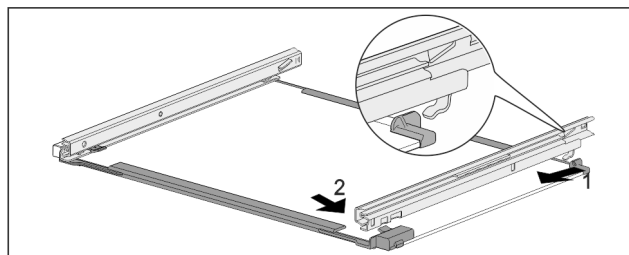

Fig. 181 Steklena plošča z vodili
- ▶ Vodilo obesite na kavelj na zadnji strani. Fig. 181 (1)
- ▶ Vodilo zaskočite na sprednji strani. Fig. 181 (2)